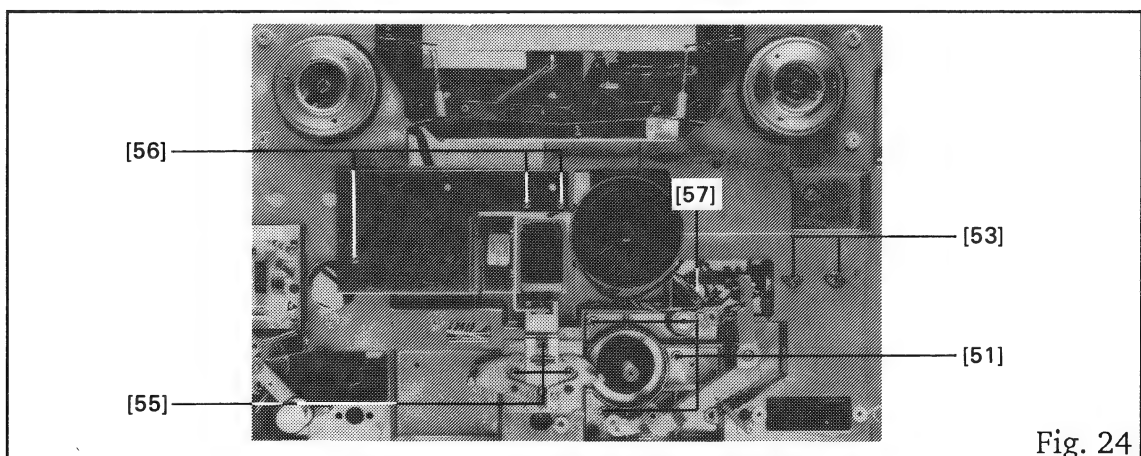

Fig. 24
- 3 Schrauben der Tonmotorflanschung [51] (Fig.24) lösen, gleichzeitig den Tonmotor mit einer Hand sichern und ausfahren.
- 2 Sechskantschrauben [53] (Fig.24) der Andruckmagnetbefestigung lösen und den Magnet ausfahren.